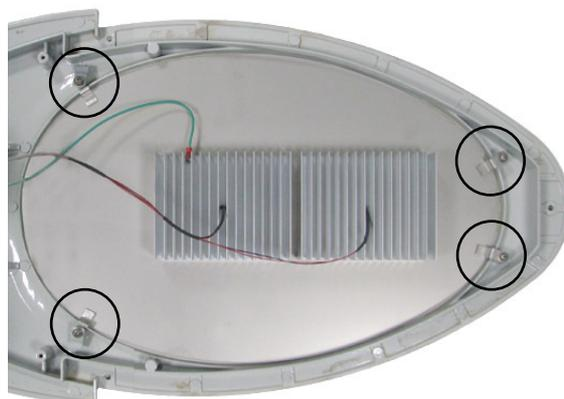

Fig. 4 Detalle de montaje del módulo óptico ILUZ251.E. Sustituir las 4 presillas por los suplementos ILUZ468.A
5. Colocar el módulo óptico INELCOM ILUZ251.E en sustitución del reflector y fijarlo a la luminaria con los 4 suplementos de fijación ILUZ468.A suministrados en el kit y que sustituyen las presillas originales de la luminaria. **IMPORTANTE:** Comprobar que el módulo óptico encaja correctamente sobre la junta de goma de la luminaria. Fig. 4.